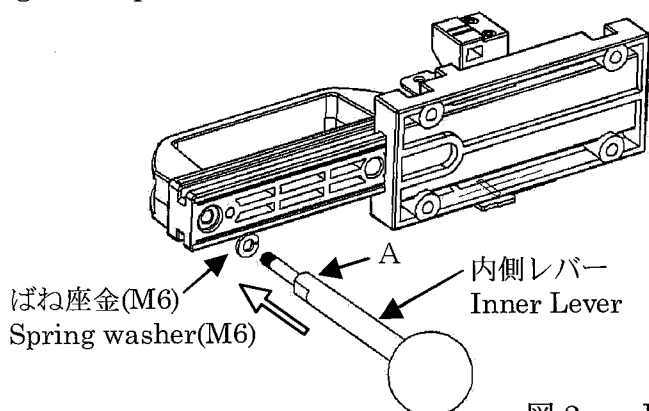

図 2 Fig.2
- ・内側レバーの緩みは早期故障の原因となりますので、ばね座金を使って適正締めつけトルクにて締めつけてください。(図 2)